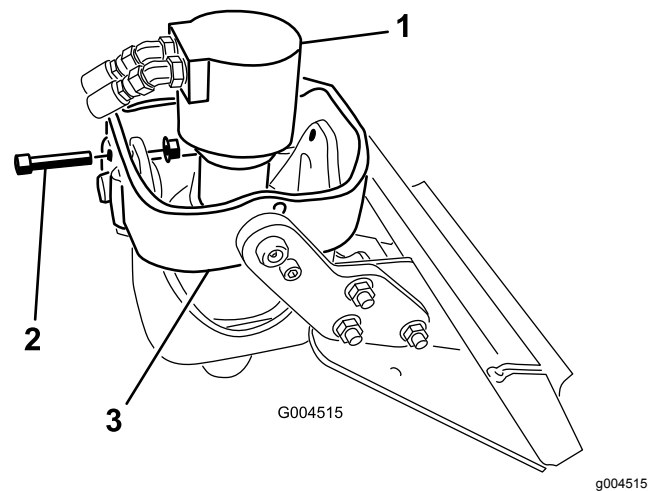

Figura 4
- B. Posizionate la testata motrice in senso verticale, fate scorrere un bullone ($\frac{1}{2}$ " x $2\frac{1}{2}$ ") nei fori dei bracci anteriori della base e fissatelo senza stringere con un dado flangiato ($\frac{1}{2}$ ") come mostrato nella Figura 4.